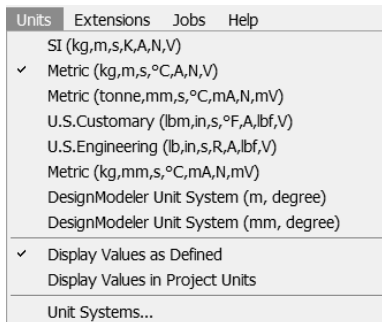
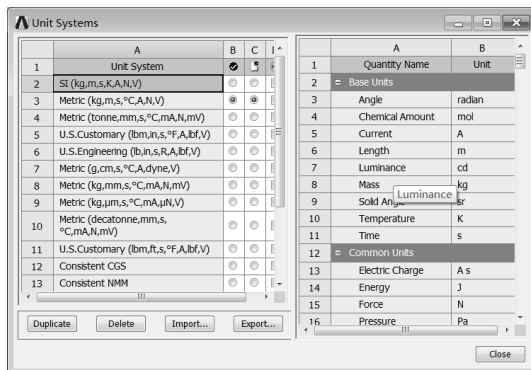

图 1-23 Units 菜单
图 1-24 Unit Systems 对话框
(4) Units (单位) 菜单如图 1-23 所示。在此菜单中可以设置国际单位、米制单位、美制单位及用户自定义单位，单击 Unit Systems (单位设置系统)，在弹出的如图 1-24 所示的 Unit Systems 对话框中可以指定用户喜欢的单位格式。